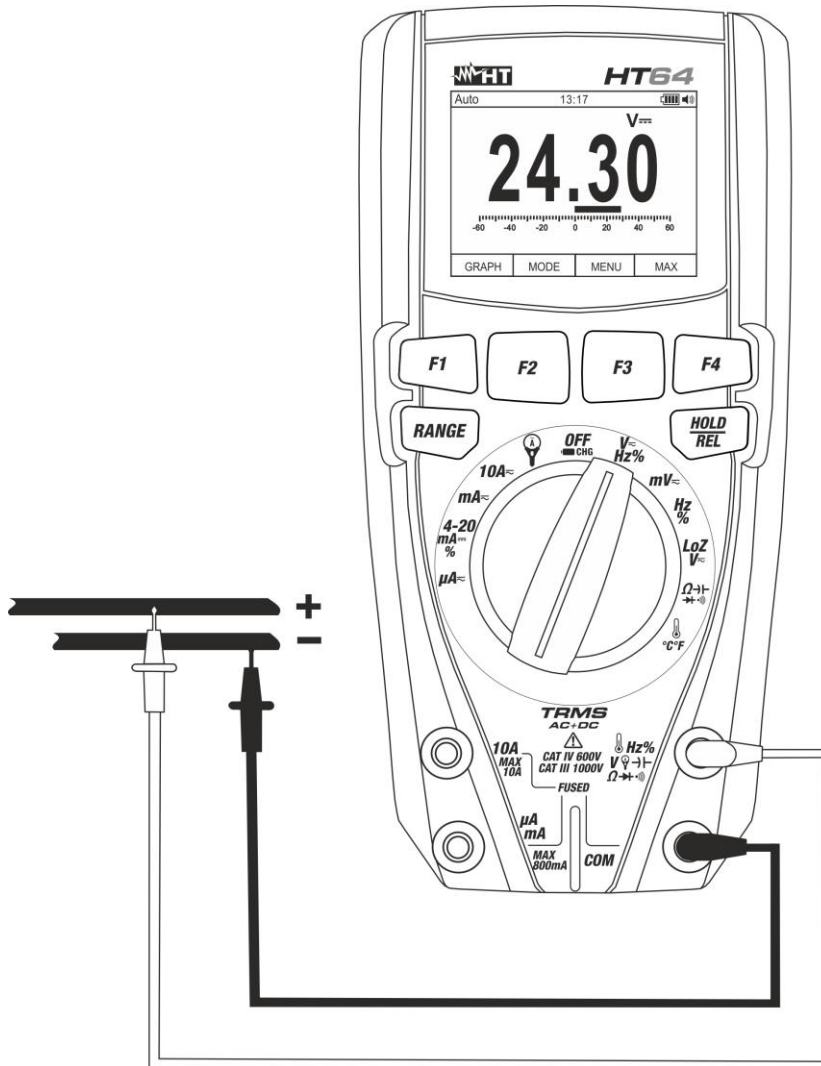
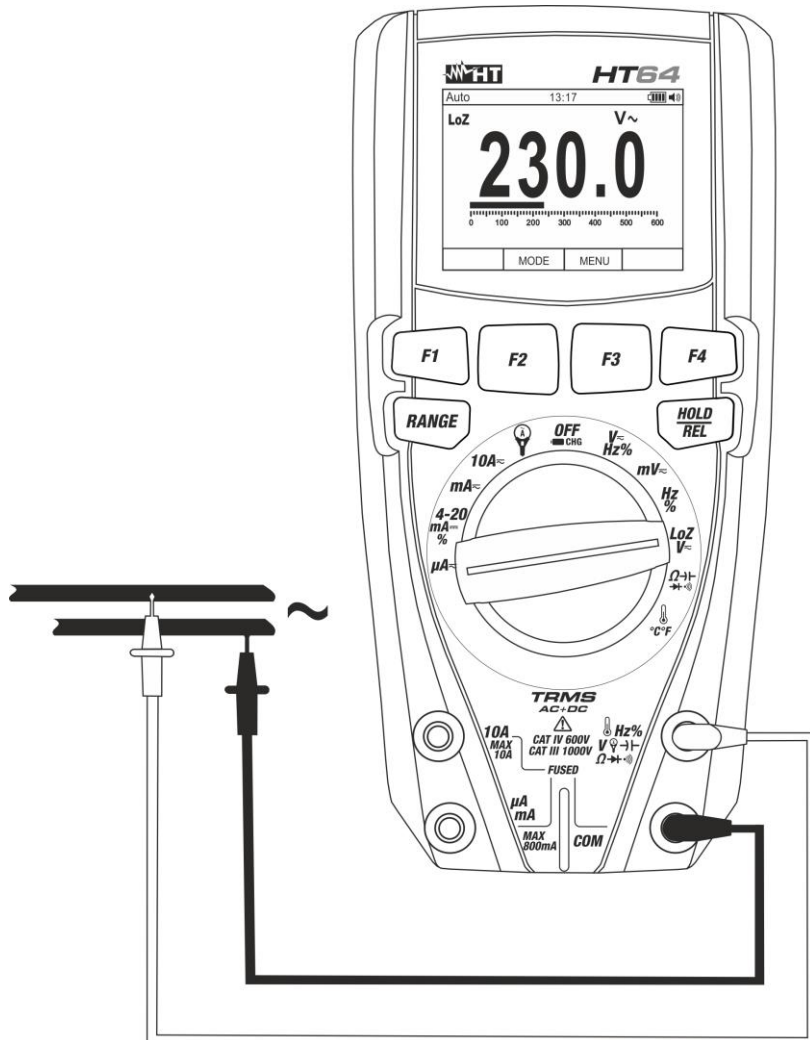

Fig. 22: Utilisation de l'instrument pour la mesure de la Tension DC
Fig. 24: Mesure de Tension AC/DC à basse impédance (LoZ)
3. Positionner l'embout rouge et l'embout noir respectivement dans les points à potentiel positif et négatif du circuit sous test (voir la Fig. 22). La valeur de tension apparaît à l'écran
5. L'affichage du symbole « - » sur l'écran de l'instrument indique que la tension a une direction opposée par rapport à la connexion de Fig. 22.
4. Positionner l'embout rouge et l'embout noir sur les points désirés du circuit sous test (voir Fig. 24) pour mesure de tension AC ou respectivement dans les points à potentiel positif et négatif du circuit sous test (voir la Fig. 22) pou mesure de tension DC. La valeur de tension apparaît à l'écran
6. L'affichage du symbole "-" sur l'écran de l'instrument indique que la tension a une direction opposée par rapport à la connexion de la Fig. 22